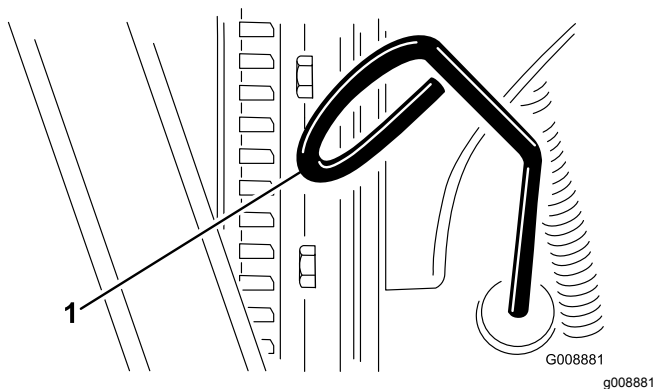

Figure 43
2. Retirez la jauge (Figure 43) et essuyez-la sur un chiffon propre. Remettez la jauge dans le tube en l'enfonçant complètement. Ressortez la jauge et contrôlez le niveau d'huile.